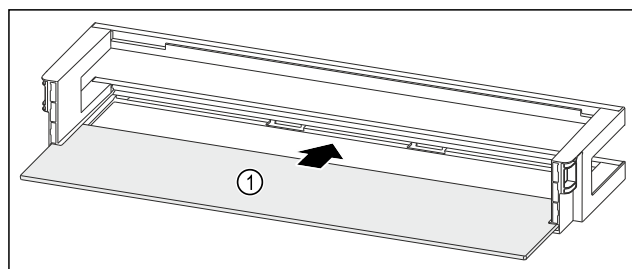

Fig. 134 Dveřní přihrádka s odkládací plochou
- Odkládací plochu Fig. 134 (1) zasuňte do bočních vybrání.